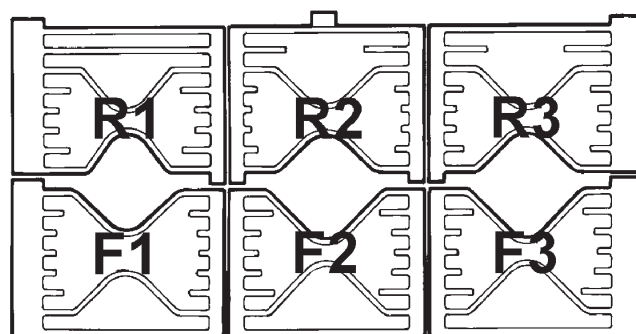

Fig. 8A
5. Colocar los soportes de las cacerolas en el orden siguiente. Los soportes van referenciados en la parte de abajo, según se muestra en el dibujo. Deben colocarse en los huecos de la placa de hornillos. (Ver Fig.8A y 8B).